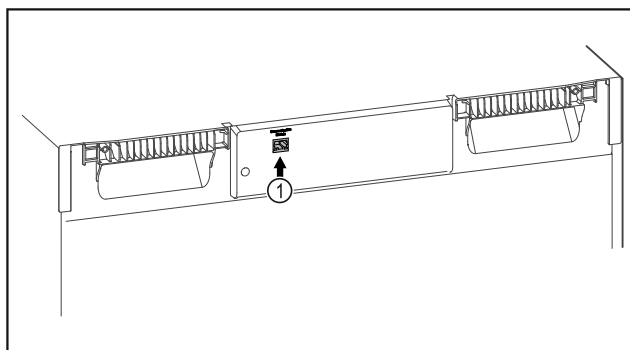

Fig. 138
- ☐ Je používán SmartModule Fig. 138 (1).